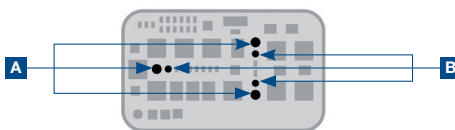

Figura 7
Bajar los pasadores (B) presionando hasta el tope con la herramienta apropiada. Apretar los 3 tornillos («A» en la figura 7).